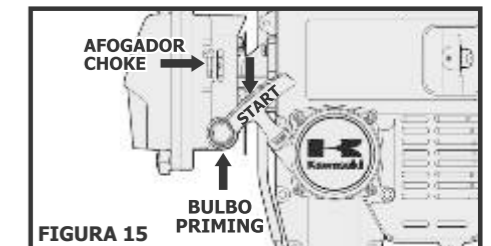

FIGURA 15
- Aperte em torno de 8 vezes o bulbo - Figura 15 - de maneira a carregar de gasolina o carburador;
- Posicione a alavanca do afogador na posição fechado (|/|) - Figura 15
- Puxe a partida até sentir resistência e posteriormente, puxe firmemente para iniciar a partida (Figura 15). Por fim, retorne a alavanca do afogador para posição inicial aberto (|||) para que o motor prossiga funcionando normalmente.